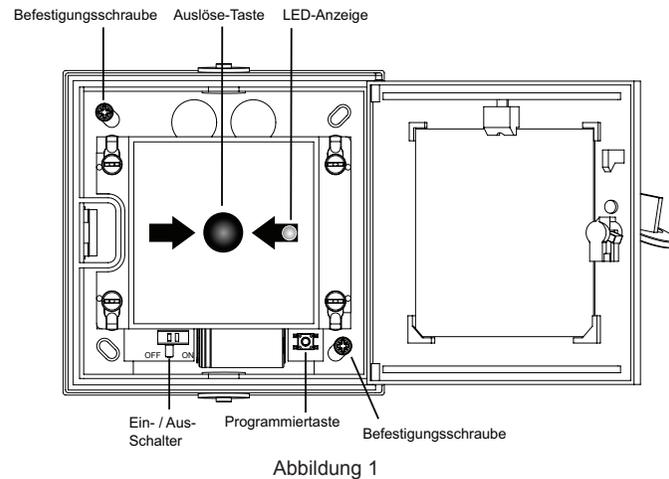

Abbildung 1
2. Befestigen Sie den Ei407G bei geöffneter Gehäusetür mit den mitgelieferten Befestigungsschrauben sicher an der Wand (siehe Position der Befestigungsschrauben in Abb.1).
5. Drücken und Halten Sie die Programmier-taste (siehe Abb. 1) gedrückt, bis die LED blau leuchtet, und lassen Sie sie dann los. Die LED blinkt beim Eintritt in die Programmierphase einen Moment lang schnell. Während der Programmierung blinkt sie weiterhin alle 5 Sekunden blau.